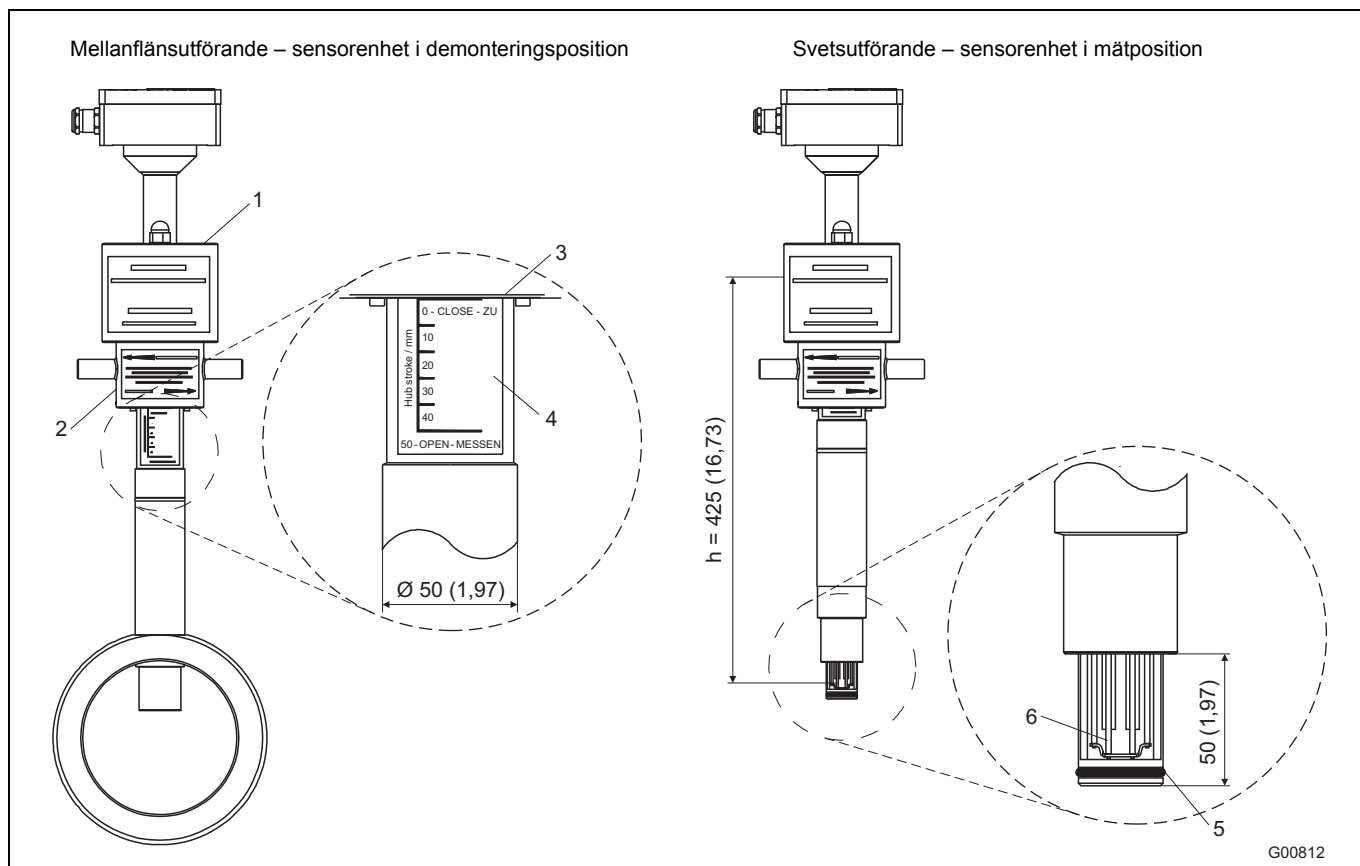
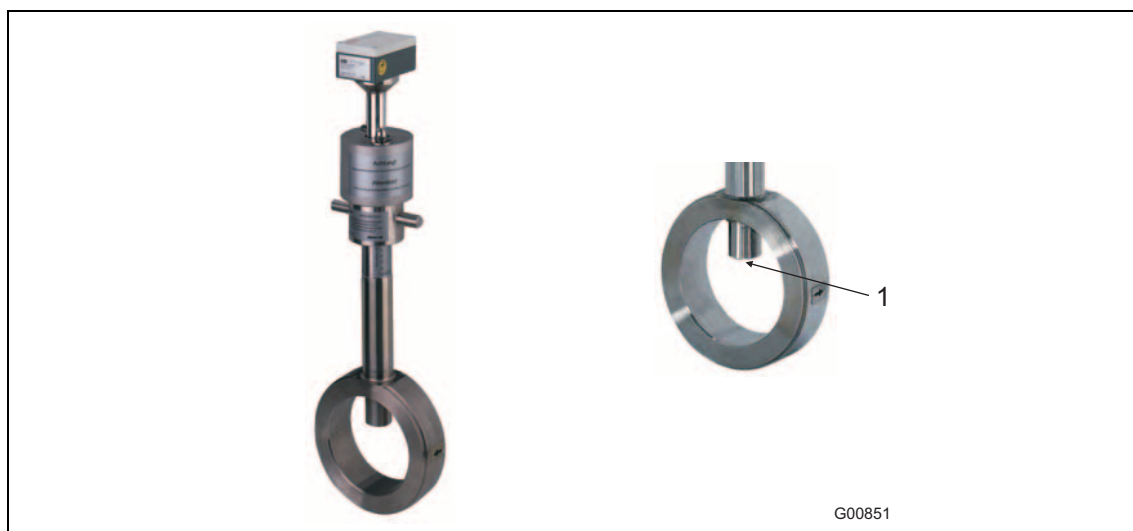
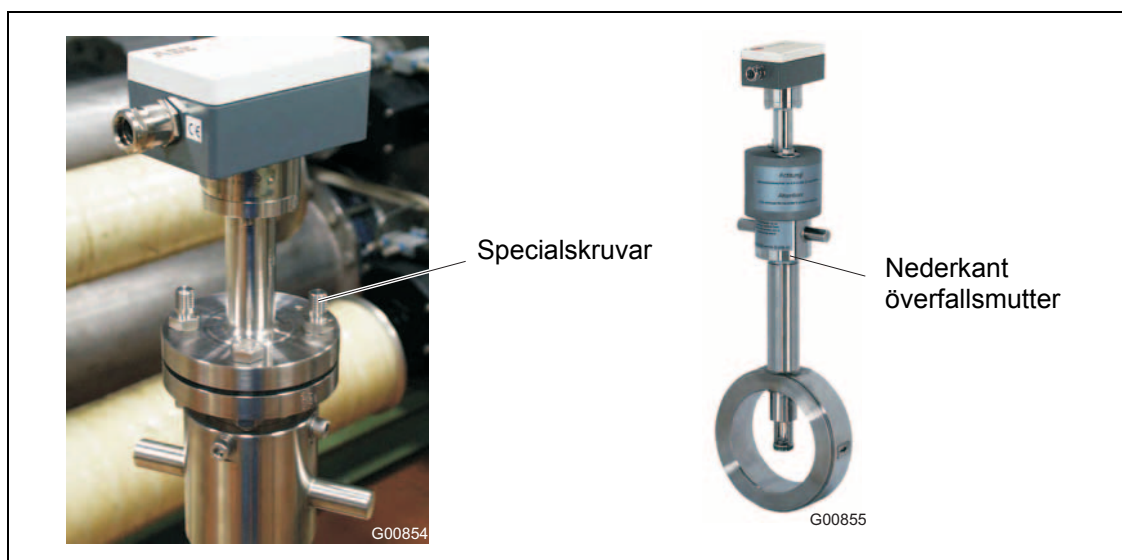

Fig. 9: Måttangivelser i mm (inch)
Fig. 11: Växelanordning i position för demontering
Fig. 14: Specialskravar för skyddskåpor
Växelanordningen är dimensionerad för max. 16 bar abs. för tryckbelastning. För att underlätta utbytbarheten till standard-rördelar av utförande 1, konstruerades mellanflänsversionen (Fig. 11) för DIN-fläns DN 50 och DN 80 i trycknivå PN 40. Vid utförandet av DN 65 på trycknivå PN 16 ska anslutningsflänsar med 4 skruvhål användas. Utföranden i tum 2 ... 8" är dimensionerade för anslutningsflänsar ASME B16.5 Cl.150. Passande mätvärdessensorlängder se Fig. 9.
Fig. 11 (vänster bild) visar den monterade mellanflänsversionen för växelanordningen i position för demontering. Styrröret befinner sig i övre ändläge och stänger på så sätt sensyflow-öppningen (höger bild).
- Växelanordningen ska befinna sig i position för demontering (Fig. 11), sensyflow-öppningen är tätad.
- Skjut in mätomvandlaren i växelanordningen och skruva fast den (montera 2 skruvar M12 samt förlängda specialskruvar mittemot varandra (Fig. 14).
- Sätt dit skyddskappor och fäst dem med muttrar och specialskruvar (Fig. 14).
- Vrid mätomvandlaren i mätposition med överfallsmutter (Fig. 14). Nederkanten av överfallsmutter visar mätelementets position. Först när mätposition 50 - OPEN - MESSEN (nedre anslag på överfallsmutter) uppnås befinner sig mätelementen i rörledningens mitt och kan avge exakta värden (se detalj A i Fig. 9).
- Vrid mätomvandlaren i position för demontering med överfallsmutter. (Övre anslag av överfallsmutter, skriften 0 - CLOSE - ZU ska vara synlig; (se detalj A i Fig. 9).